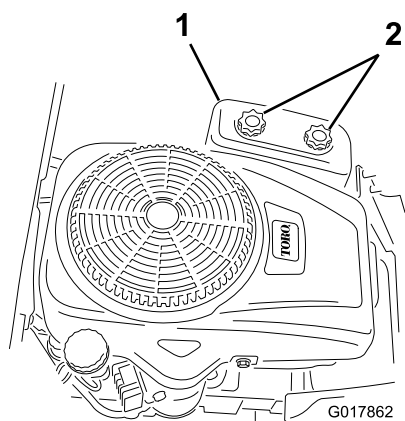

Figure 28
4. Déposez le couvercle du filtre à air en desserrant les 2 boutons (Figure 28).
3. Reposez le couvercle du filtre à air et serrez les deux boutons (Figure 28).